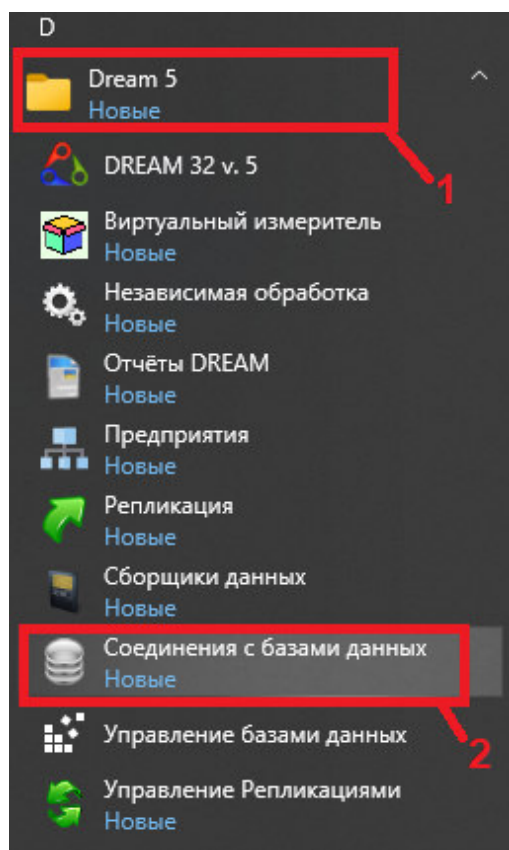

Рисунок 3.3.2
- выбрать из списка программ папку «Dream 5» и выбрать пункт «Соединение с базами данных» (см. Рисунок 3.3.2);